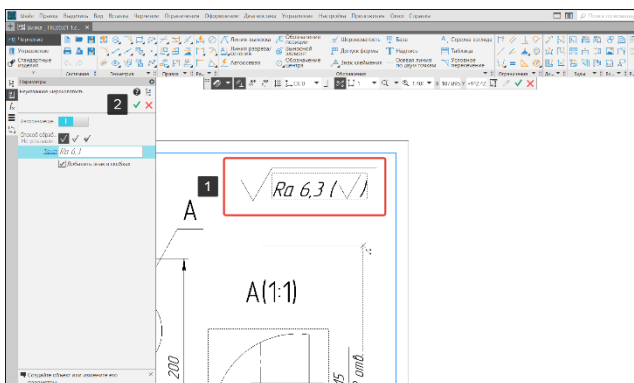

Рисунок 283 – Неуказанная шероховатость
- После окончания работы с подпроцессом выбора шероховатости, система вернется в процесс настройки параметров обозначения. На поле чертежа будет отображена неуказанная шероховатость (1) (Рисунок 283);